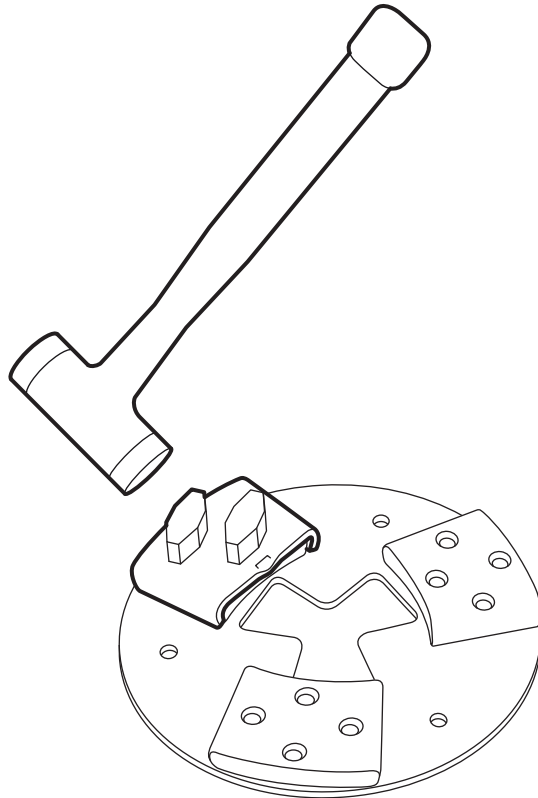

Figure 4-4 Dégager l'outil de ponçage
1. Libérez l'outil de ponçage en cognant dessus de quelques légers coups de maillet en caoutchouc de manière à faire lâcher la retenue, voir Figure 4-4 à la page 17. Puis dégagez l'outil de la rainure de guidage.